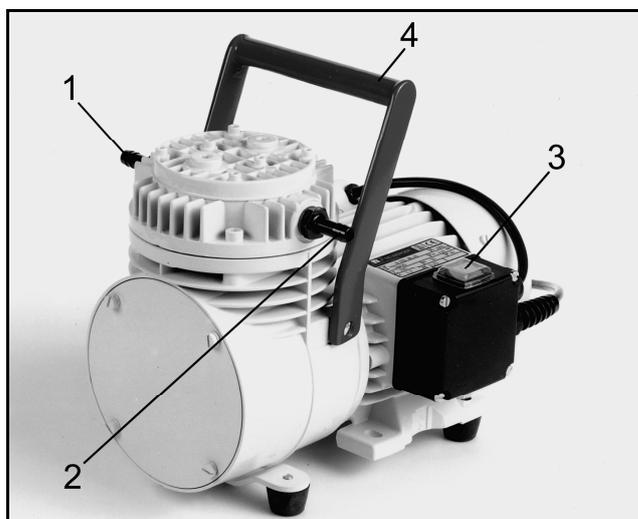

Fig. 2: Bomba de membrana N 035 AN.18
- Conectar la bomba con el interruptor de línea (véase Fig. 2, 3 ó 4, posición 3).
- Desconectar la bomba con el interruptor de encendido (véase Fig. 2, 3 ó 4, posición 3).